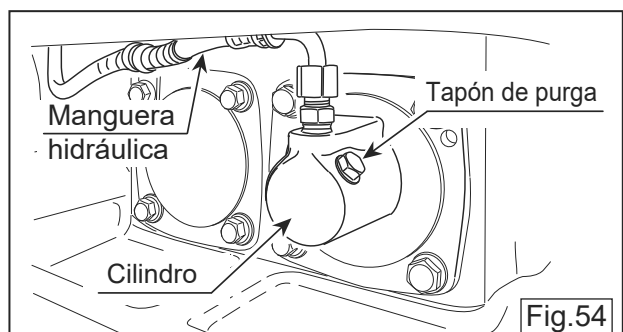

Fig.54
- 2 Retire la manguera hidráulica conectada al cilindro en el vibrador y fije la palanca de funcionamiento de desplazamiento en la posición máxima hacia delante con una cuerda, a continuación, drene el aceite hidráulico de la bomba manual. (Fig. 54)
- 3 Después del drenaje, vuelva a montar la manguera hidráulica en el cilindro en el vibrador. (Fig. 54)
- 5 Afloje el tapón de purga ubicado en la parte superior del cilindro del vibrador y, al poco tiempo, saldrá expulsado aceite con burbujas de aire. Una vez expulsadas las burbujas de aire en el aceite, apriete firmemente el tapón de purga. (Fig. 54)